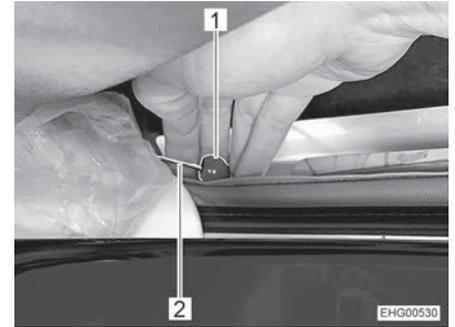

Fig. 48 Desbloqueo de emergencia
- Tirar del botón rojo (Fig. 48,1) del cables de accionamiento (Fig. 48,2) en ambos lados.